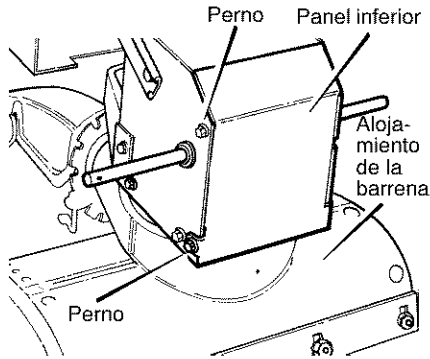

Figura 102
2. Afloje los **pernos** a cada lado del **panel inferior** (Figura 102).